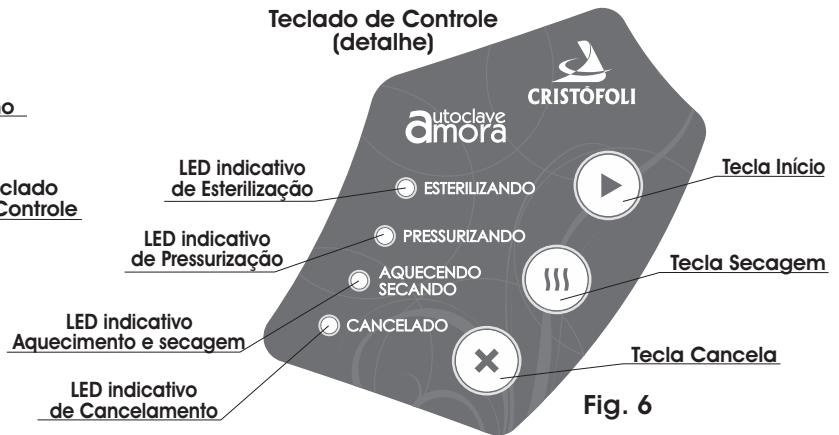

Fig. 6
- 4▶ **LEDs INDICATIVOS DE STATUS** - Proporcionam a visualização das informações relativas à atual etapa de funcionamento da autoclave. Estão localizados na parte esquerda do teclado de controle (Fig. 6).